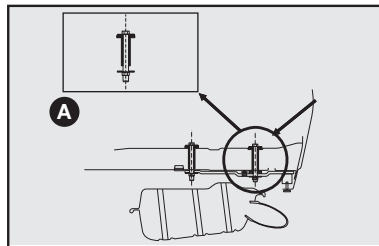
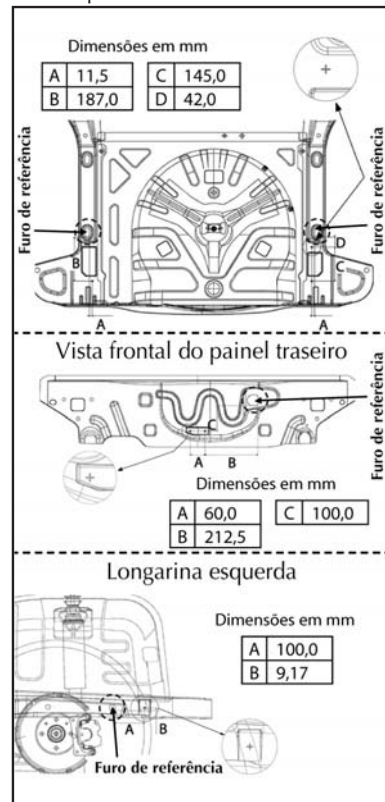

fig. 12
fig. 13
- Efetuar no veículo a furação com  $\varnothing$  (diâmetro) 11 mm traspassando o assoalho posterior (ver detalhe **A-fig. 12**) e a longarina nas marcas esquemáticas indicadas na **fig. 13**.